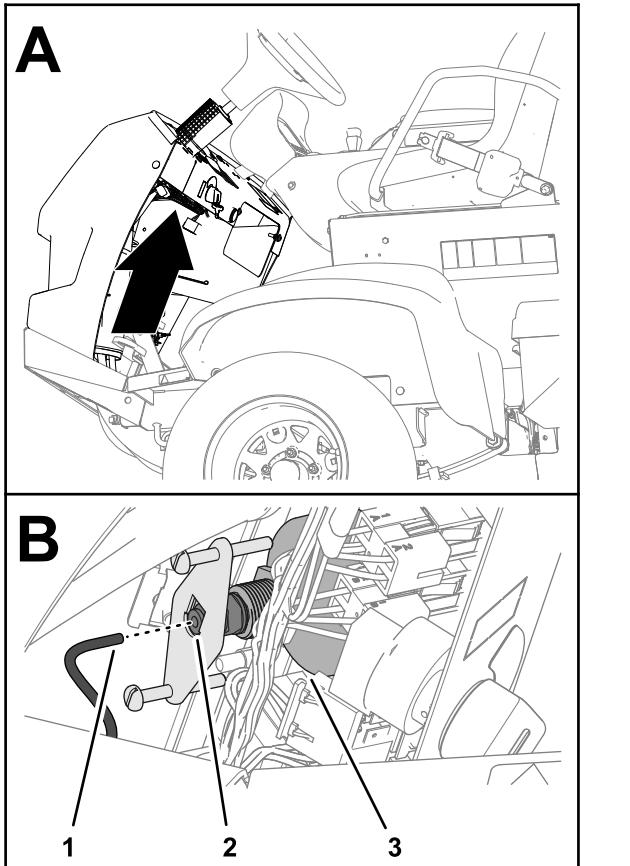

図 110
- 水圧計の後ろについているチューブを外して、チューブの端を容器に入れる図 110。